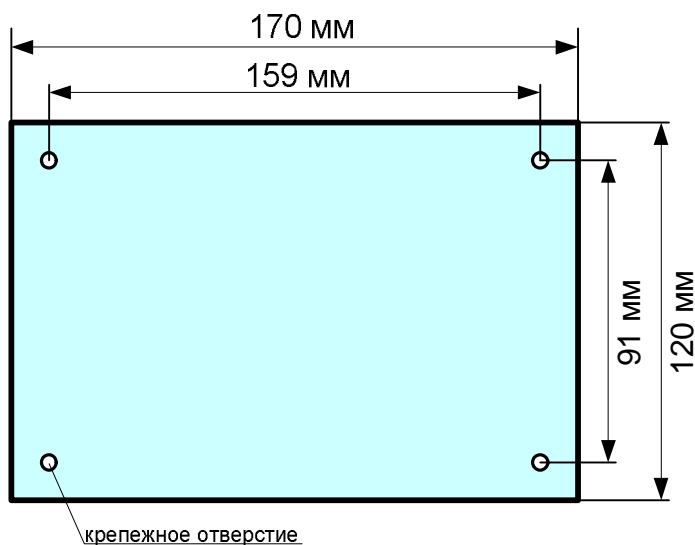

рис. 5. Установочные размеры контроллера
5. После завершения этапа подготовки проведите монтаж контроллера: установите корпус контроллера на высоте 1,2 - 1,4 метра от пола. На рис. 5 приведены посадочные размеры Quest rev.3.